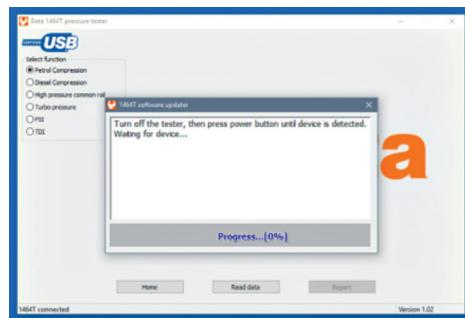
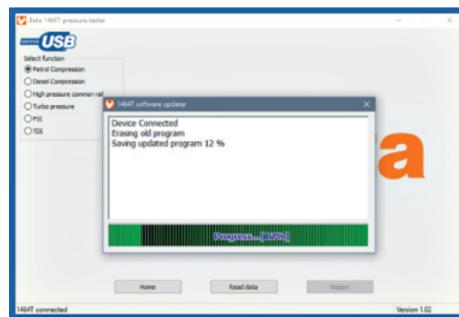

Fig. 5
Fig. 6
- El mensaje siguiente (vea fig. 5) dirá que se apague el tester y que se mantenga pulsada la tecla de encendido hasta que el PC detecte el tester. En esta fase es sumamente importante mantener pulsada la tecla de encendido (durante aproximadamente 6 segundos) hasta que el PC detecte la presencia del tester en modo actualización (vea fig. 6).
- Tras detectar el tester, arrancará el proceso de actualización (vea fig. 6).